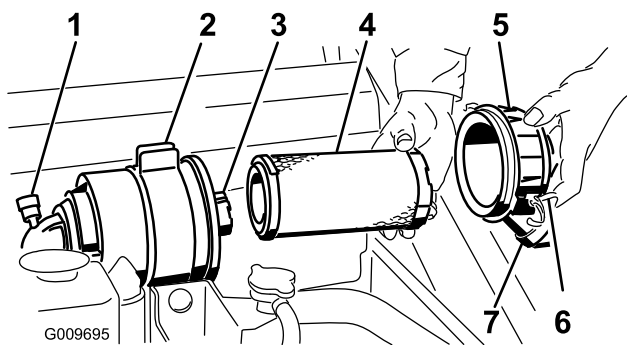

Рисунок 33
**Внимание:** Обслуживание фильтра воздухоочистителя следует производить только тогда, когда индикатор необходимости обслуживания станет красным (Рисунок 33). Замена воздушного фильтра без необходимости ведет лишь к повышению вероятности попадания грязи в двигатель при извлечении фильтра.
4. Освободите защелки воздухоочистителя и отделите крышку от корпуса воздухоочистителя (Рисунок 33).
1. Осторожно извлеките фильтр грубой очистки из корпуса воздухоочистителя (Рисунок 33). Старайтесь не ударить фильтр о боковую поверхность корпуса.
4. При замене контрольного фильтра будьте осторожны, вставляя новый фильтр в корпус фильтра (Рисунок 33).
5. Осторожно вставьте фильтр грубой очистки поверх контрольного фильтра (Рисунок 33). Убедитесь в том, что он полностью встал на место, надавливая на внешний обод фильтра во время его установки.
6. Установите крышку воздухоочистителя таким образом, чтобы сторона, обозначенная как UR, была обращена вверх; закрепите защелки (Рисунок 33).